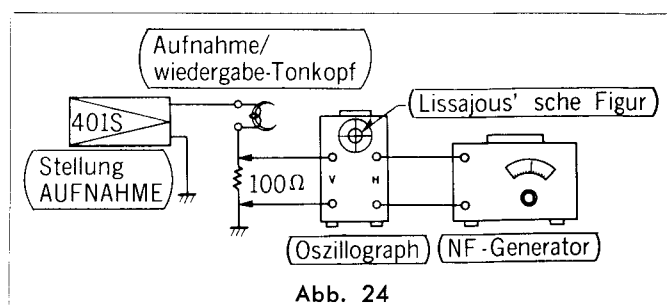

Abb. 24
Aufbau der Meßinstrumente: Siehe Abb. 24.
1. Wie auf Abb. 24 ersichtlich, einen 100Ω-Widerstand von dem Aufnahme/Wiedergabe-Tonkopf nach Masse schalten und den Vertikaleingang des Oszillographen über den Widerstand anschließen.